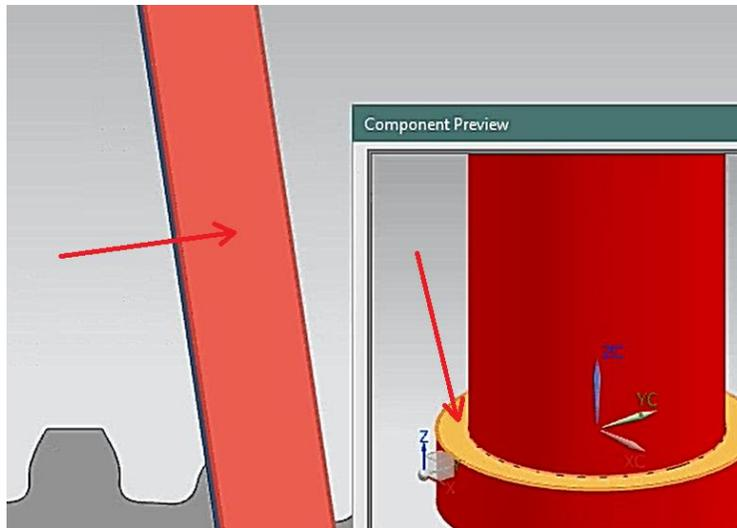

Figura 1.42 Cara superior de **barra2b1.prt** y cara inferior de la cabeza de **broche1_1.prt**.
- Elegir el tipo de restricción **Touch Align**. Seleccionando **Orientation** → **Touch**. Seleccionar la cara inferior de la cabeza del **broche1 1.prt** y la cara superior de **barra2b1.prt** (Figura 1.42).